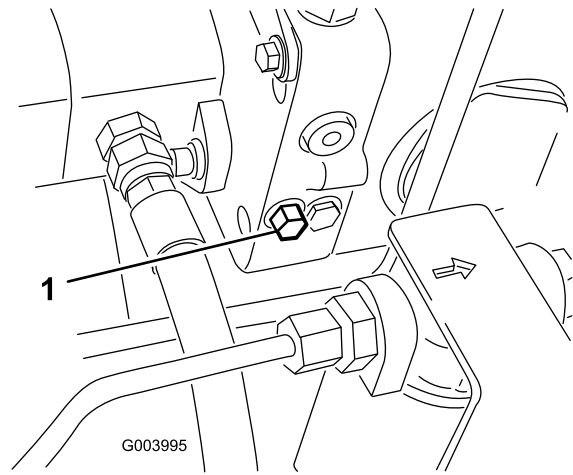

Figura 71
1. Rode o parafuso da válvula de derivação 1-1/2 voltas para abrir para permitir a passagem do óleo internamente (Figura 71).